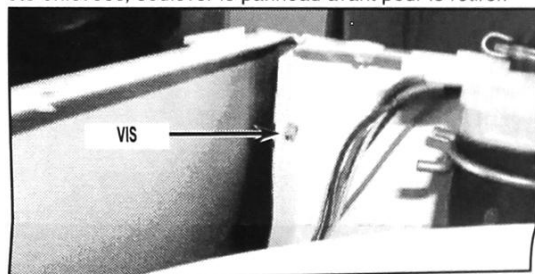

FIGURE 4
7. Retirer le panneau avant en enlevant premièrement les deux (2) vis situées à l'intérieur de l'appareil comme le montre la figure 4 de chaque côté de l'appareil. Après que les vis aient été enlevées, soulever le panneau avant pour le retirer.